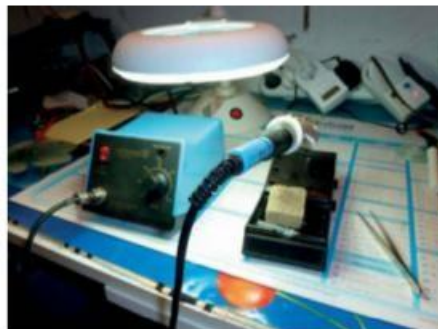

Figure 2-16. Instruments de soudure et support loupe
- Un support de circuits imprimés avec petite loupe (voir figure 2-16) rend de précieux services.